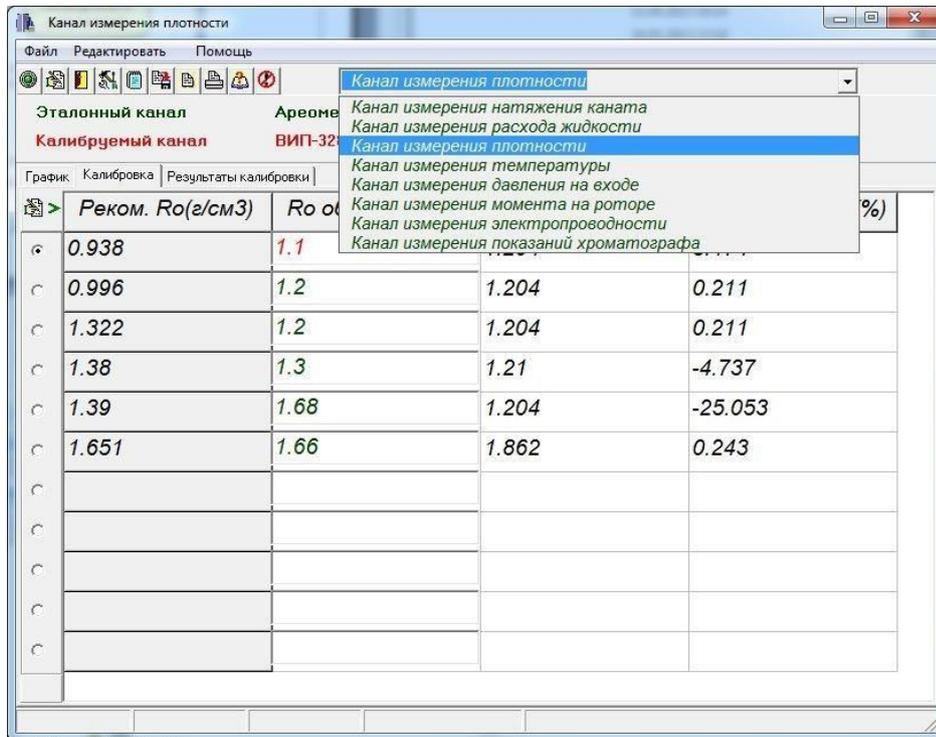

Рис. 2
4.2.1. Измерительный канал можно выбрать из “выпадающего” списка каналов (Рис.2).